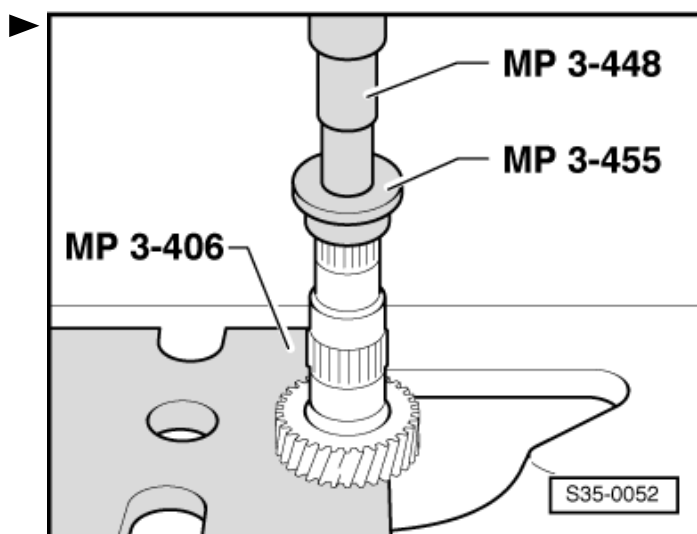

Abb. 7: Zahnrad 3. Gang aufpressen
- ☐ aufpressen ⇒ Abb. 7 in **35-1** Seite 5